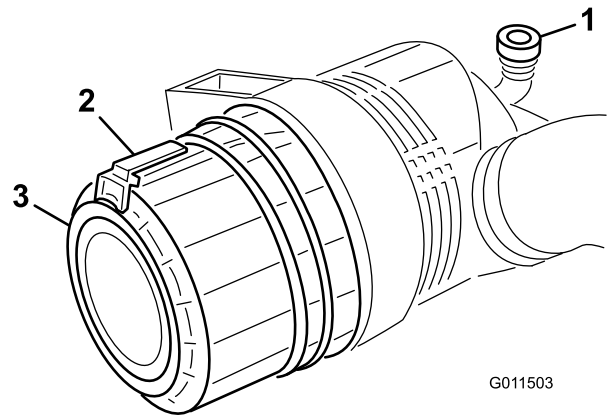

Bild 71
1. Ziehen Sie den Riegel nach außen und drehen Sie die Luftfilterabdeckung nach links (Bild 71).
7. Setzen Sie die Abdeckung ein, richten Sie das Gummiablassventil (Bild 71) nach unten, ungefähr zwischen 17.00 und 19.00 Uhr (vom Ende her gesehen). Sichern Sie die Lasche.